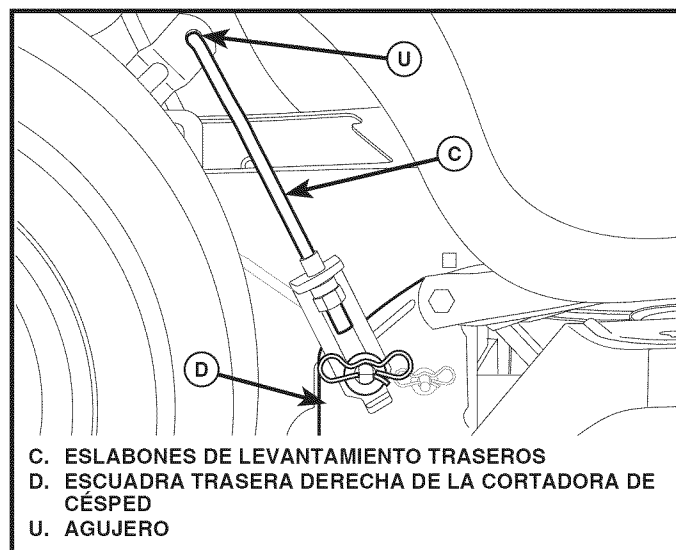

Fig. 37
## 7. INSTALE LOS ESLABONES DE LEVANTAMIENTO TRASEROS (C) (Vea Fig. 37)
- Inserte el extremo de varilla del eslabón de levantamiento trasero (C) dentro del agujero (U) en el brazo de suspensión del eje de levantamiento del tractor y haga oscilar el eslabón hacia abajo hacia la cortadora de césped.
- Levante la esquina trasera de la cortadora de césped y ubique la ranura en el conjunto de eslabones sobre la chaveta en la escuadra trasera de la cortadora (D); asegure con una arandela grande y un resorte de retención grande.